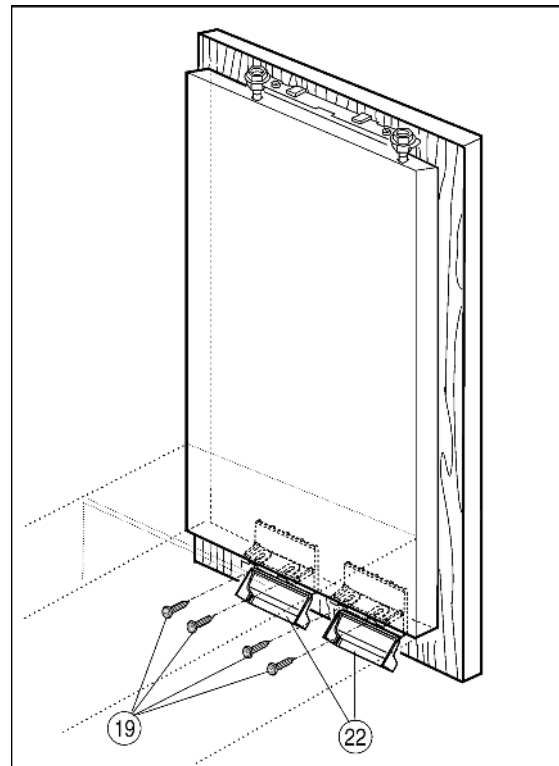

Fig. 16
- ▶ Avvitare l'anta del mobile alla porta dell'apparecchio: Abbassare i flap degli angolari di fissaggio Fig. 16 (22).
- ▶ Avvitare la porta dell'apparecchio con le viti Fig. 16 (19) attraverso l'angolare di fissaggio Fig. 16 (22).